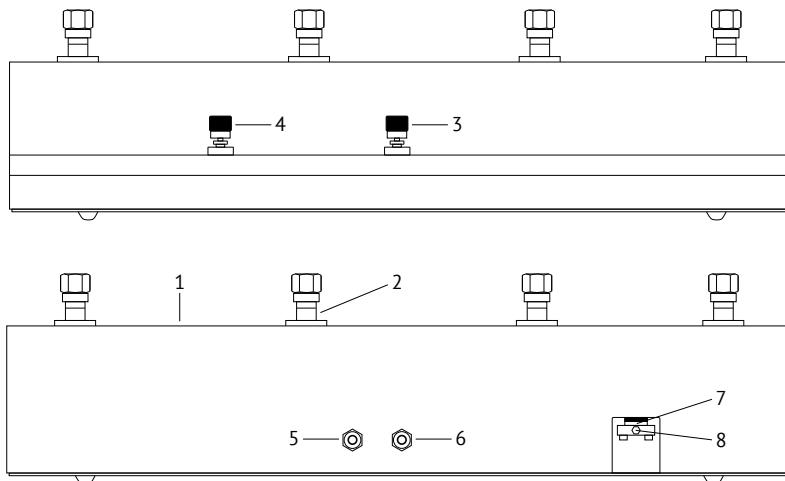

Рис.1. Вид спереди и сзади:
4.1 Внешний вид панели показан на Рис. 1.
4.2 Корпус панели ПСКА выполнен из стального листа толщиной 2.5 мм и покрыт порошковой эмалью. Сверху панели ПСКА расположены 4 стойки 2 (Рис. 1), 2-я слева (рекомендуется) для ОСИ, остальные для рабочих СИ. Для повышения и снижения давления служат вентили 3 и 4. С задней стороны расположены быстроразъемные соединения 5 и 6 (при поставке совместно с К-9, К-25 и вакуумным насосом). При поставке только панели ПСКА, выход — резьба G $\frac{1}{4}$ ) для подключения источника давления или разряжения. Также на задней стороне расположено окно для обслуживания грязеуловителя 7. Для слива конденсата из грязеуловителя служит винт 8.
5.9 Запрещается наклонять панель ПСКА без предварительной очистки грязеуловителя по п. 8.4, 8.5, так как конденсат находящийся в грязеуловителе может попасть в вентили 3, 4 (Рис. 1) ухудшив их характеристики.
8.3.1 Создать в панели ПСКА давление 5–8 бар и резко, с помощью *вентиля 4* (*Рис. 1*), сбросить его. При этом большая часть конденсата, образовавшегося в трубках панели ПСКА перейдет в грязеуловитель.